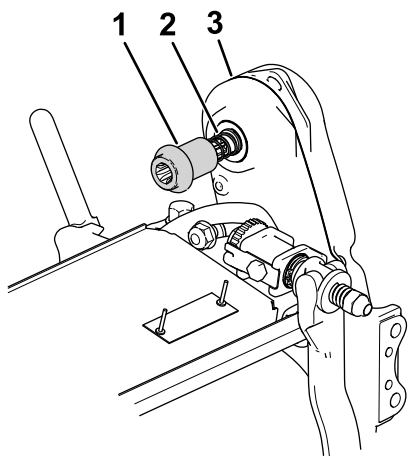

Figura 7
4. Montați elementul de cuplaj i arcul la ansamblul de acționare a cilindrului al unității de tăiere (Figura 7).
5. Asigurați-vă că elementul de cuplaj (Figura 7) se poate mișca ușor înainte i înapoi pe arborele de transmisie.